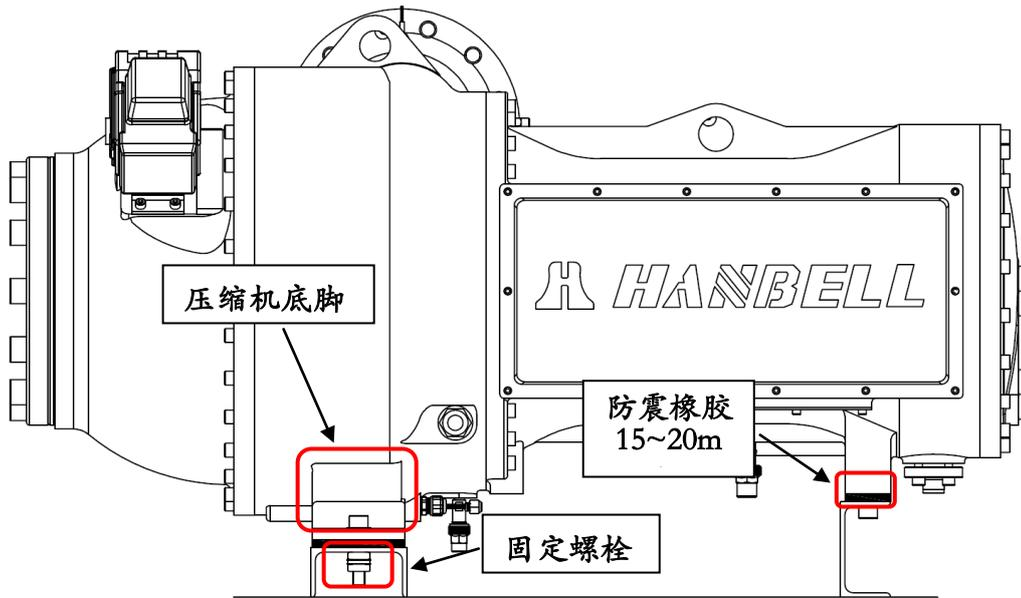

图 6.2 压缩机基座安装
3. 压缩机脚座必须水平安装并加装防震垫, 如图 6.2, 锁附时将防震垫锁至稍微变型的程度, 确保紧固。